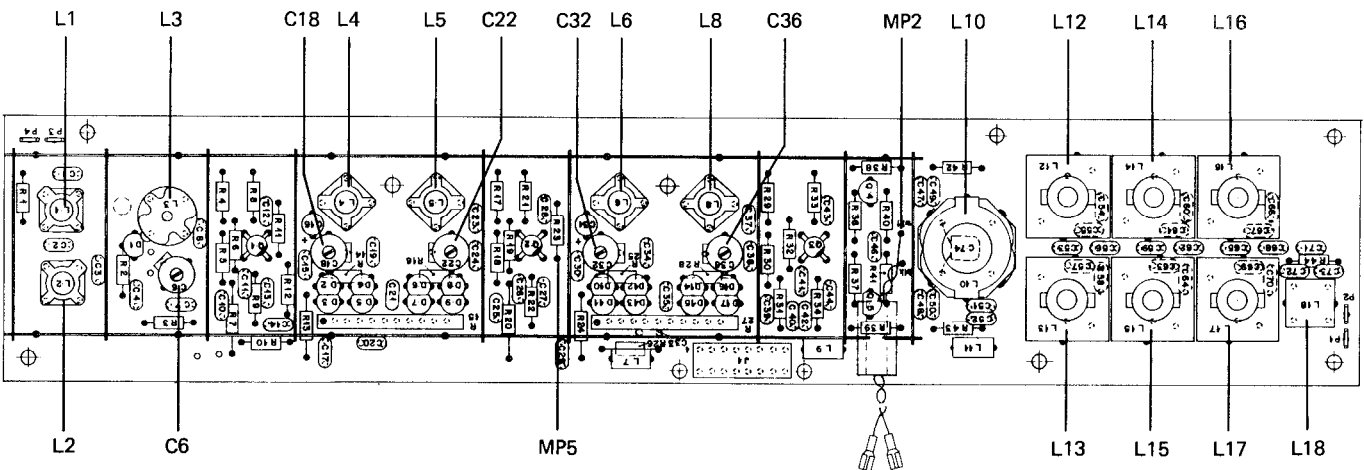
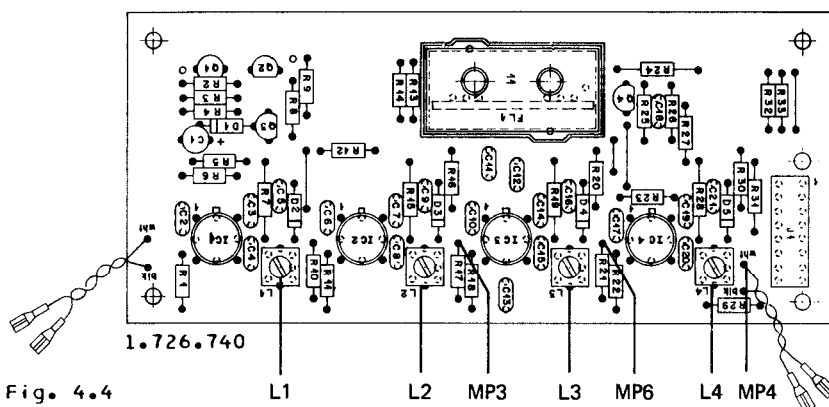

Fig. 4.3
Fig. 4.4
- Frequenzaehler an Messpunkt MP4 (weisse Litze, 1.726.740, Fig. 4.4) anschliessen.
- HF-Voltmeter an Messpunkt MP3 (R17, IC3 Pin 1, 1.726.740, Fig. 4.4) anschliessen.
- Frequenzzaeher an Messpunkt MP4 (1.726.740, Fig. 4.4) anschliessen.
- L10/L12/L13 bis L18 (1.726.730, Fig. 4.3) und L1/L2 (1.726.740, Fig.4.4) auf maximale Anzeige am HF-Voltmeter abgleichen. Einstellung mehrmals wiederholen, da sich die Spulen gegenseitig beeinflussen.
- Werden die angegebenen Werte nicht erreicht, ist die Einstellung der Spulenkern L10 und L12 bis L17 (1.726.730 Fig. 4.3) zu veraendern, bis die vorgeschriebenen Toleranzen erreicht werden. Eine allfaellige Korrektur ist mit allen Spulenkernen durchzufuehren.
- HF-Voltmeter an Messpunkt MP6 (R21, IC4 Pin1, 1.726.740, Fig. 4.4) anschliessen und L3 auf maximale Spannung einstellen.